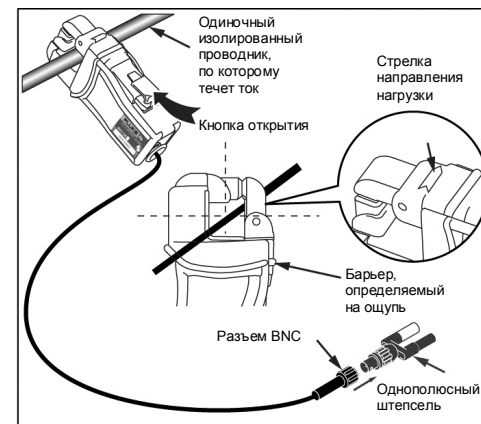

Рис. 1. Установка i5s
- Держите клещи так, чтобы не касаться части прибора за определяемым на ощупь барьером (см. рис. 1).
Для использования токовых клещей ознакомьтесь с информацией в разделе «Рекомендации по проведению измерений» и рис. 1.
Во избежание поражения электрическим током или травмы держите пальцы за определяемым на ощупь барьером (см. рис. 1).